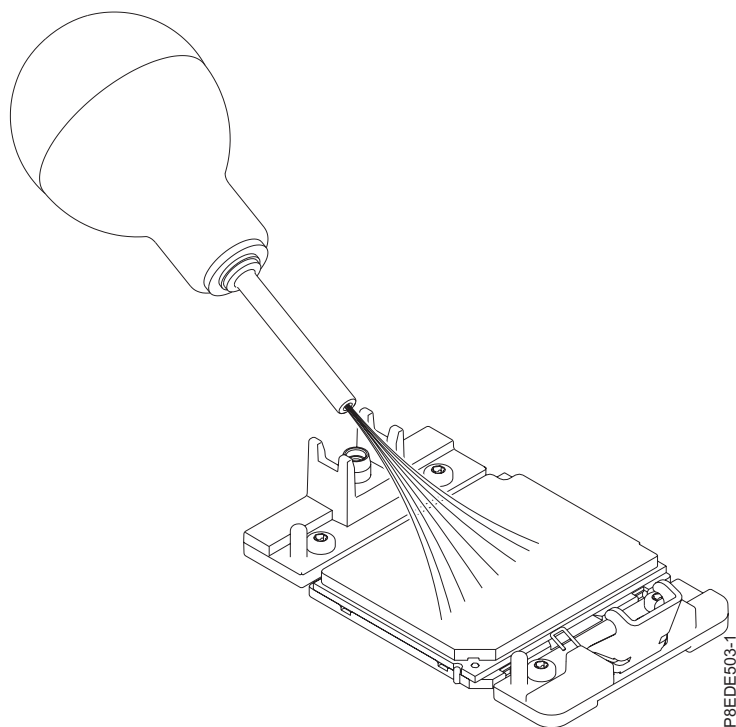

Figura 5. Removendo poeira e resíduos da área do módulo de processador do sistema
- a. Se houver poeira ou resíduos, use a bomba de ar fornecida (número de peça 45D2645) para limpar a área do módulo de processador do sistema. Se sua bomba de ar não estiver montada conforme mostrado no Figura 5 na página 7, prenda a ponta no bulbo. Solte pequenas rajadas de ar do centro para os lados do módulo de processador do sistema, conforme mostrado na Figura 5 na página 7.